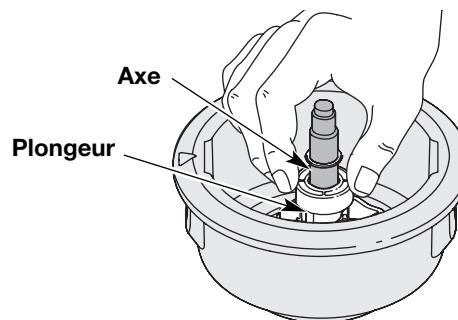

Fig. 25
- Nettoyez l'axe et la surface intérieure de la bobine extérieure. Pour nettoyer l'axe dissimulé sous le plongeur, appuyez sur celui-ci (Fig. 25). Enlevez toute trace de saleté et de débris de l'axe.